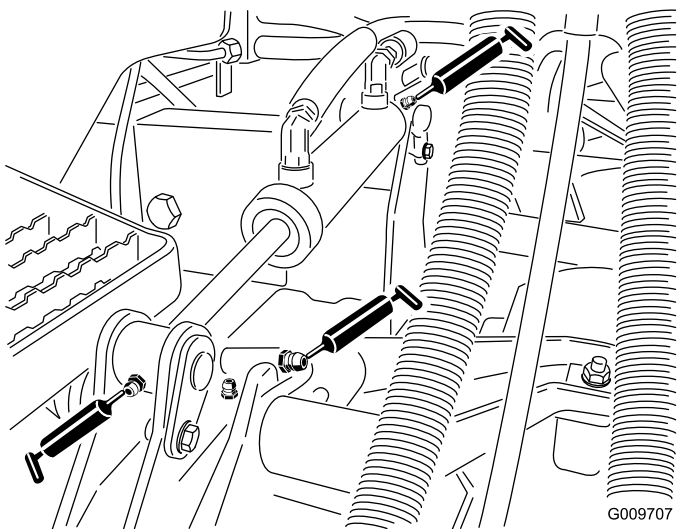

Figura 49
- Boccole (1 per piatto di taglio) del braccio di sollevamento (Figura 49).
- Boccole (2 per piatto di taglio) del cilindro di sollevamento (Figura 49).